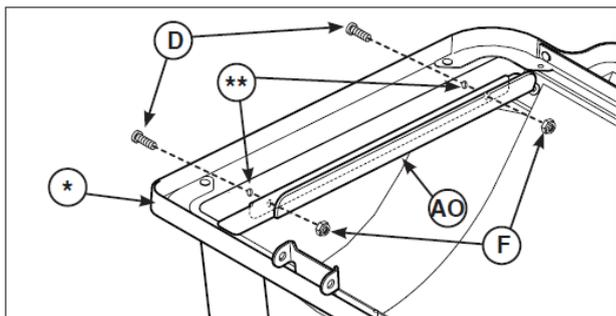
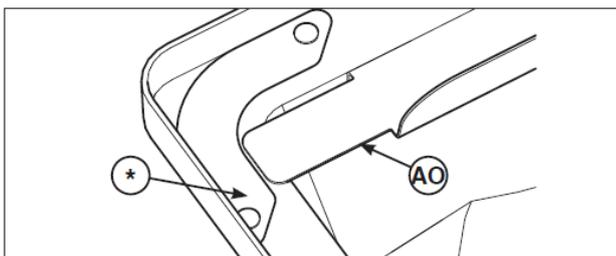

図 28
図 29
1. 図 28 と図 29 を参考に、カバー Assy (図 28 の*) の内側にディフレクター (AO) を合わせて新しい穴の位置に印を付けてください。
3. ネジ (D) とナット (F) を使って、ディフレクターをカバー Assy に固定してください。
重要: ディフレクター (図 29 の AO) はコーナ